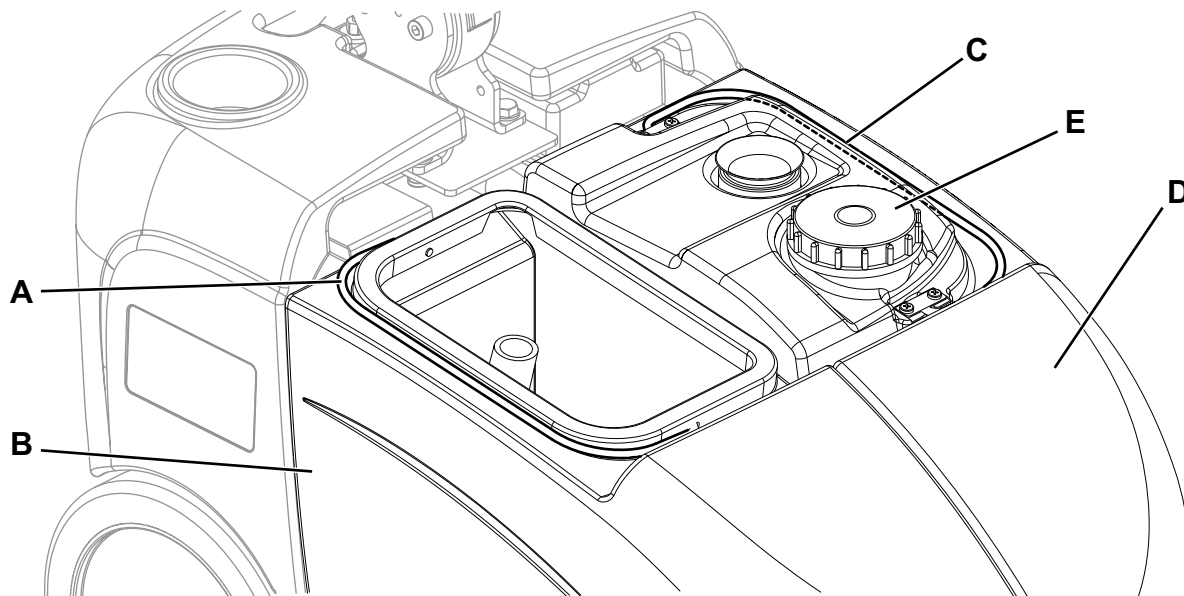

Figure 3
1. Contrôler que la manette (31) du sélecteur de fonctions soit en position «0».
3. Enlever le couvercle transparent (24).
4. Saisir le guidon (A, Fig. 3) et soulever le réservoir de l'eau de récupération (B).
8. Saisir le guidon (C, Fig. 3) et soulever le réservoir de solution (D).
9. Ouvrir le bouchon (E) et vider le réservoir de solution. Le travail effectué, rincer le réservoir à l'eau propre.